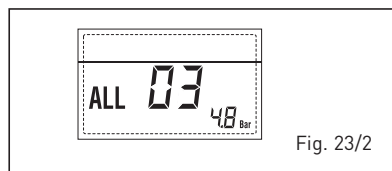

Fig. 23/2
- ANOMALÍA SONTA IDA CALEFACCIÓN "ALL 05" (fig. 23/4)